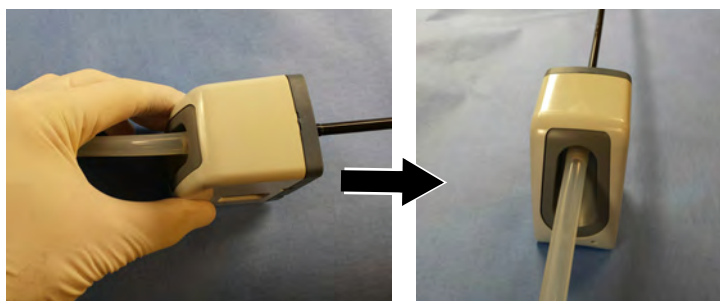

Figura 10.4 Conexão da tubulação à parte traseira do instrumento Irrigador de Sucção
3. Conecte a outra extremidade da tubulação sobre seu encaixe na parte traseira do instrumento (Figura 10.4).